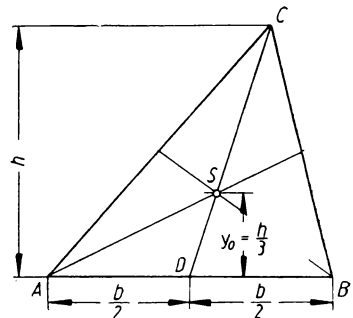

Bild 76
**Lösung:** Der Schwerpunkt  $S$  des Dreiecks  $ABC$  (Bild 76) liegt auf der Mittellinie  $CD$  in ein Drittel der Höhe: